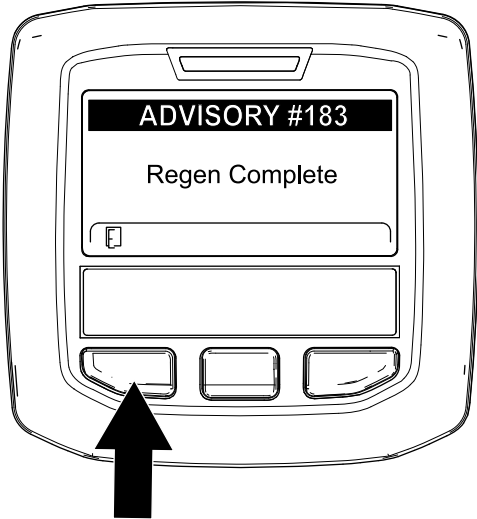

Figura 68
9. Quando il computer del motore completa una rigenerazione parcheggiata o una rigenerazione di recupero, l'InfoCenter visualizza il messaggio ADVISORY #183 (Figura 68). Premete il pulsante sinistro per uscire e tornare alla schermata Home.
Nota: Se la rigenerazione non viene completata, l'InfoCenter visualizza il messaggio Advisory #184 (Figura 68). Premete il pulsante sinistro per uscire e tornare alla schermata Home.